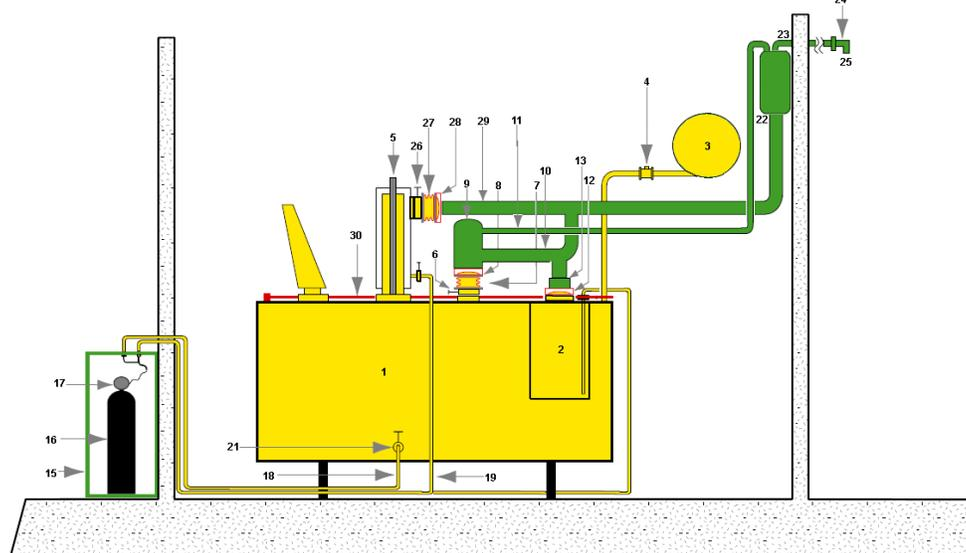

Рис.4: Система TRANSFORMER PROTECTOR, тип TPAB
- **Тип ТРАВ, рис. 4**, предназначен для трансформаторов от 0,1 МВА до 1000 МВА и выше, устанавливаемых внутри помещений или вне помещений. В данном типе, в случае внутреннего короткого замыкания, депрессюризацию обеспечивают модули депрессюризации трансформатора, устройства РПН и МКМ (поз. 6-9, 12-13 и 26-28). Выбрасываемая смесь масла и газов направляется в бак отделения масла и газов (поз. 22). Газы выталкиваются через трубу отвода взрывоопасных газов (поз. 23) за пределы здания или в отдаленное место, где они могут сгорать, не представляя опасности. Клапан отсечки воздуха (поз. 24) установлен на конце трубы для отвода взрывоопасных газов (поз. 23), чтобы не допустить проникновение воздуха в бак отделения масла и газов (поз. 22) или в бак трансформатора.